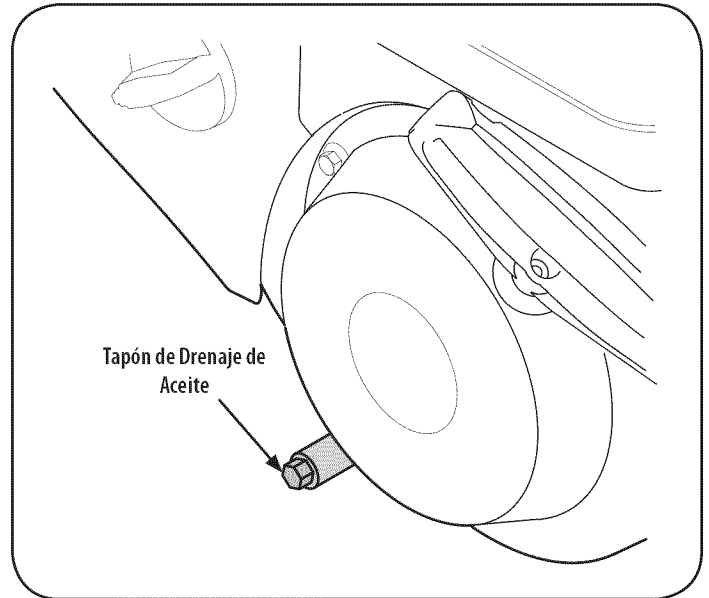

Figura 20
3. Retire el tapón de drenaje de aceite. Vea la Figura 20.